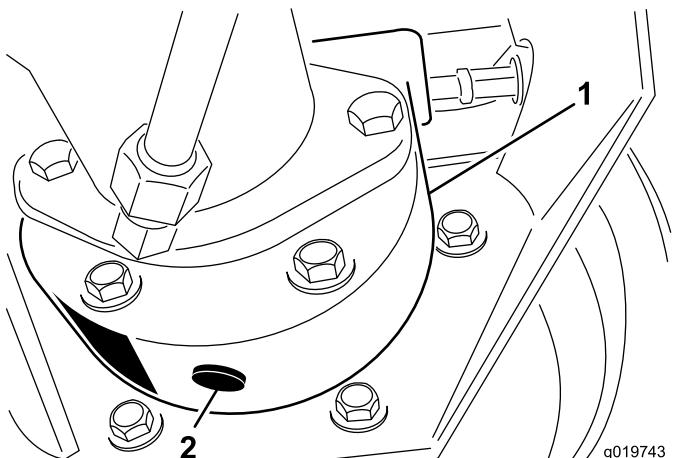

図 82
3. ブレーキハウジングの下に容器を置き、プラグを外してオイルを抜く図 82。